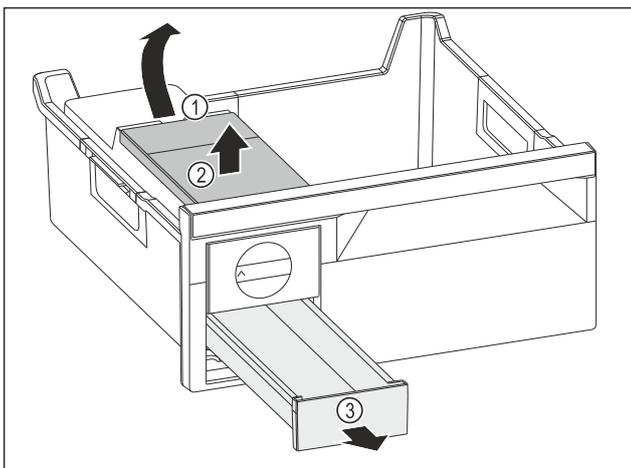

Fig. 140
- ▶ Wassertank entnehmen: Wassertank an der Ausparung Fig. 140 (1) anheben.
- ▶ Wassertank Fig. 140 (2) nach oben entnehmen.
- ▶ Eiswürfelschubfach Fig. 140 (3) nach vorne entnehmen.